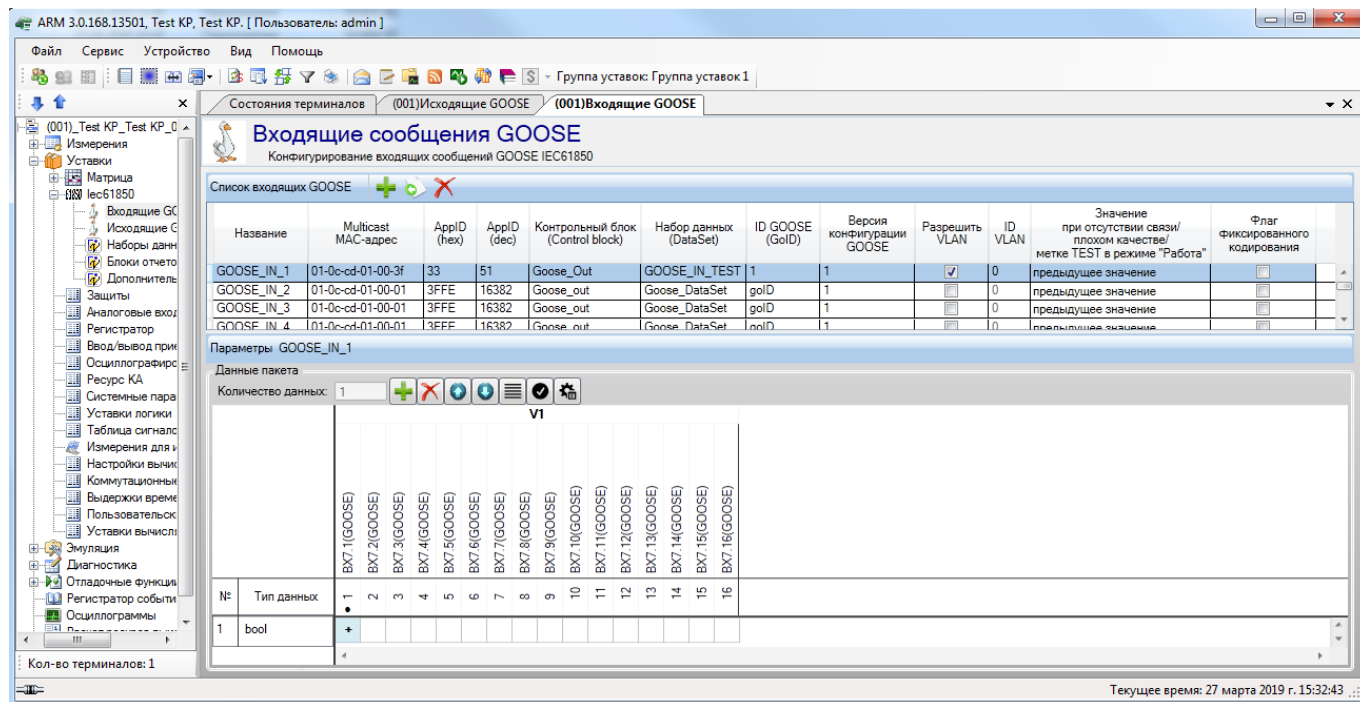

Рисунок 7.11
2) в разделе **IEC61850** → **Входящие GOOSE** задать параметры получаемых GOOSE сообщений: по одному блоку IEC 61850\_GOOSE\_IN на каждую рассылку (рисунок 7.11). Максимальное количество входящих GOOSE сообщений достигает 48.